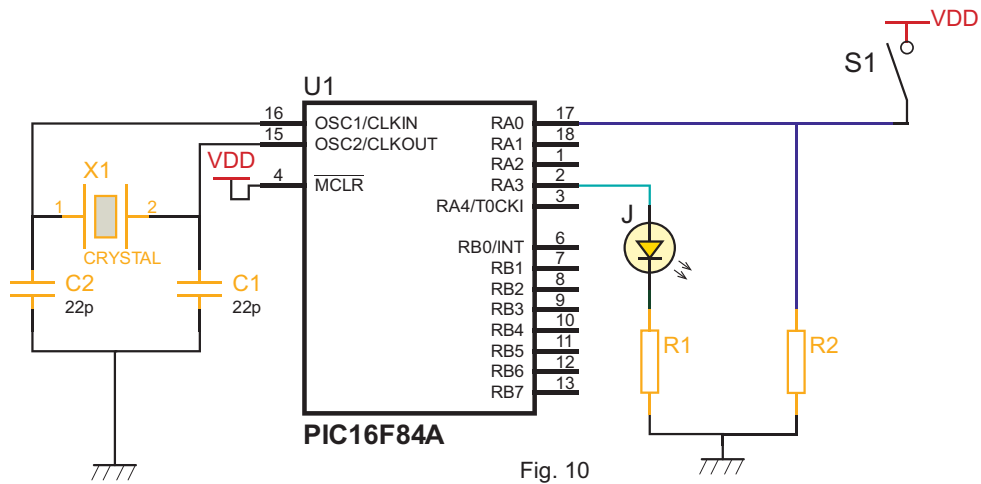
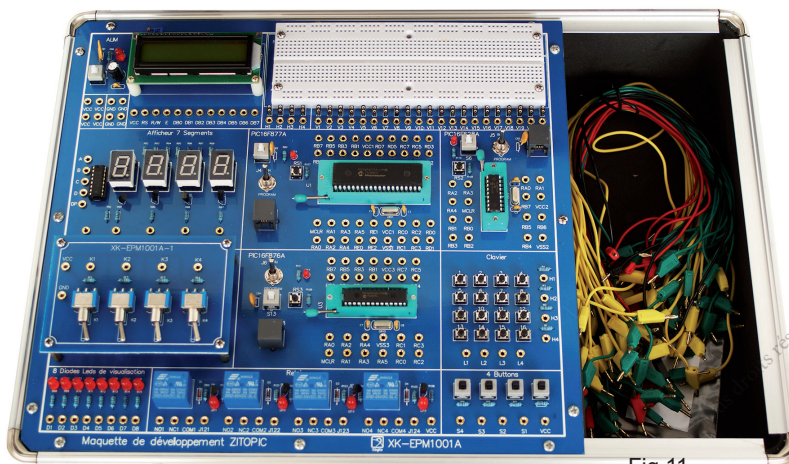

Fig. 10
Fig.11
6 Le schéma du circuit (figure 10) indique le branchement du sélecteur (S1) et du voyant d'identification (J).
b- Câbler le schéma du circuit (figure 10) sur la maquette didactique (figure 11).
- e- Saisir le schéma du circuit (figure 10) sur un logiciel de simulation. Simuler son fonctionnement.